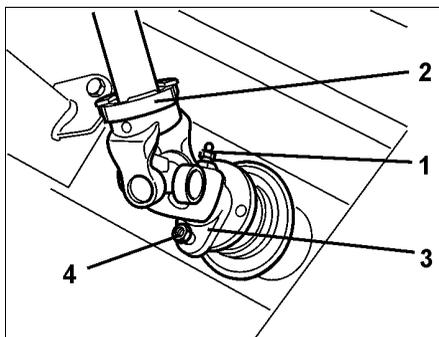

Fig. 60
- I bulloni forniti separatamente 8 x 30, DIN 931, 8.8 sono **bulloni di ricambio (Fig. 60/4)** per fissare l'albero della Pdf PTO alla flangia dell'innesto dell'albero nella scatola degli ingranaggi. Ingrassare sempre l'albero in entrata nell'innesto della scatola ingranaggi.